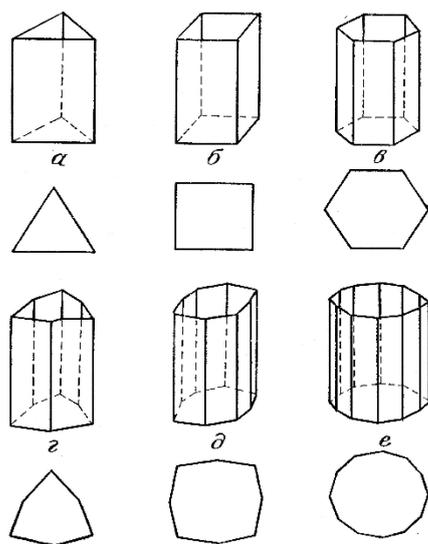

Рисунок 1 - Призмы средней категории: а – тригональная; б – тетрагональная; в – гексагональная; г – дитригональная; д – дитетрагональная; е - дигексагональная
*Призмы средней категории* состоят из трех, четырех, шести, восьми и двенадцати граней, параллельных оси высшего порядка  $L_3$  или  $L_4$  или  $L_6$ , образуя в поперечном сечении треугольник, квадрат, шестиугольник и другие формы (рисунок 1).